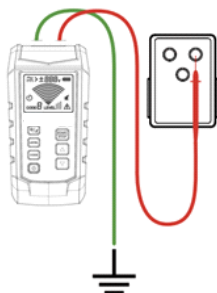

Abbildung 10.1.1a Korrekter Anschluss der unabhängigen Erdung
2. Schließen Sie den Steckdosenwandler an der Steckdose an, und die rote Messleitung am spannungsführenden Kabel (auf der Verbraucherseite des Systems). Das Signal wird nur zwischen der Stromversorgung und der am Sender angeschlossenen Verbraucherseite erzeugt, wie in Abbildung 10.1.1a dargestellt.